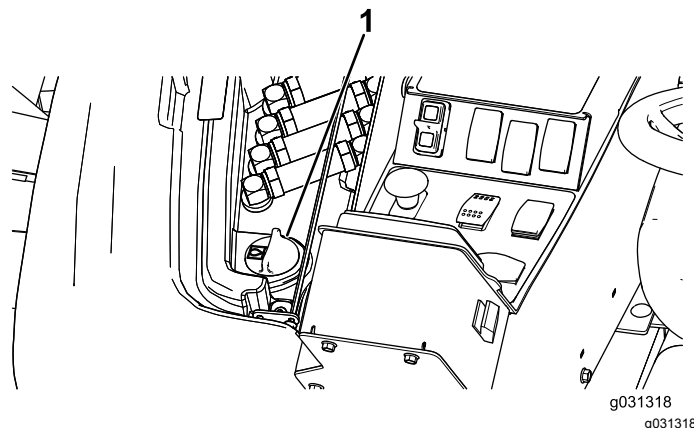

Figure 133
2. Du côté droit de la machine, soulevez le couvercle d'accès pour exposer le bouchon du réservoir hydraulique (Figure 133).
3. Nettoyez la surface autour du goulot et du bouchon de remplissage du réservoir hydraulique (Figure 133).